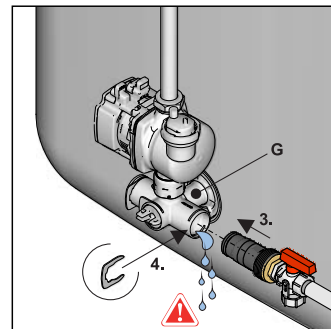

Bild 6-6 KFE-Befüllanschluss in Anschlusswinkel montieren
Tab. 6-1 Legende zu Bild 6-1 bis Bild 6-6
- **KFE-Befüllanschluss** in den Anschlusswinkel einstecken und mit Halteklammer sichern (Bild 6-6).